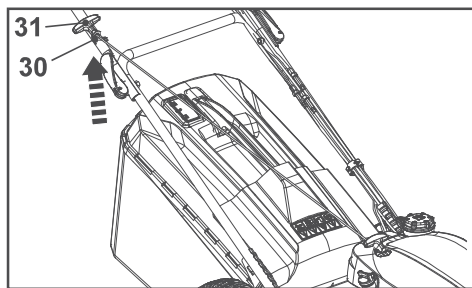

Fig. 12
3. Apoye siempre la empuñadura de la cuerda de arranque (31) en el gancho (30) situado en el lado derecho de la barra superior del manillar (1) (Fig. 12) cuando no se acciona el arrancador de retroceso.